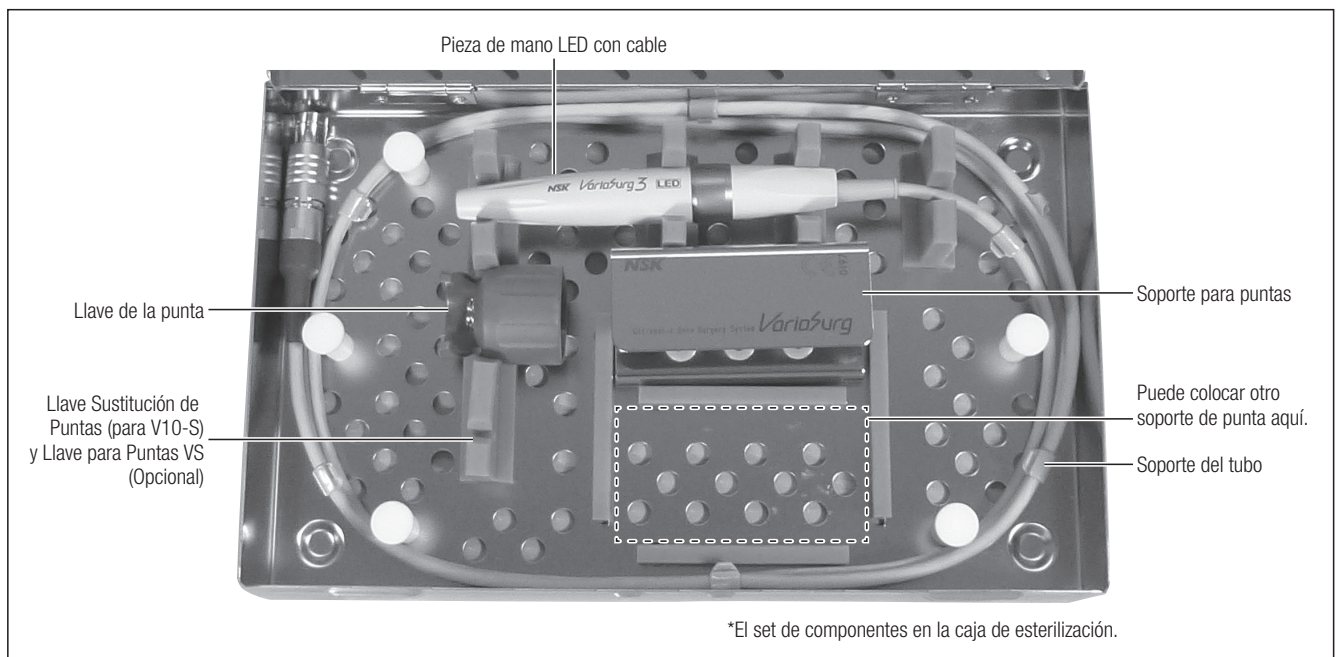

Fig. 25
- 1) Coloque la pieza de mano con el cable y la llave para puntas en el casete de esterilización. (Fig. 25)